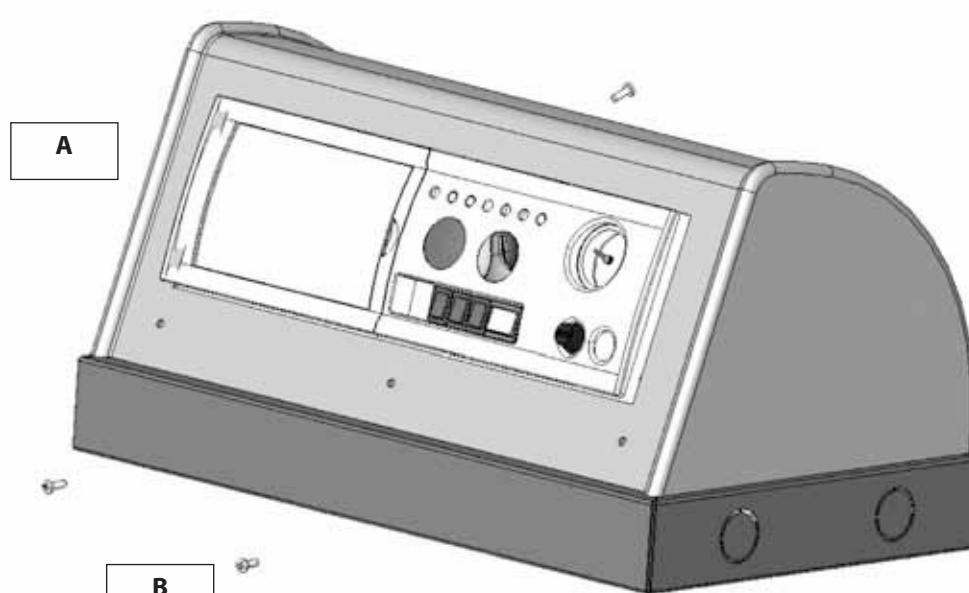

рис. 21
- 2) установить в исходное положение верхнюю (защитную) часть корпуса пульта (**A**, рис. 21), закрепив ее с помощью соответствующих винтов (**B**, рис. 21);